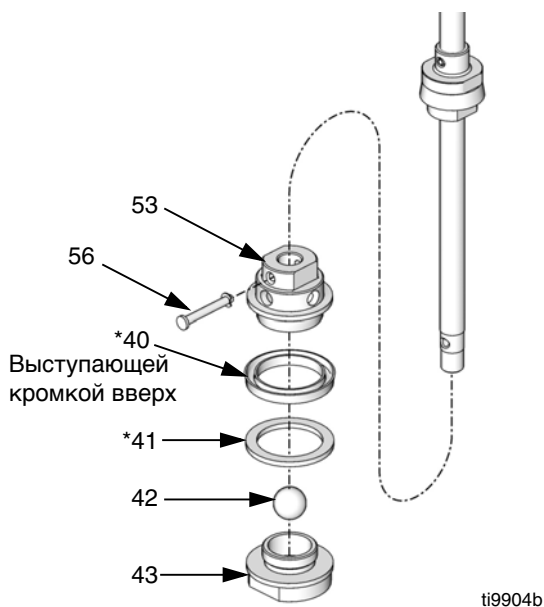

Рис.21
8 Извлеките штифт (56). Снять поршневой клапан. Вывинтить поршневой клапан (43) из корпуса поршня (53). Снять износное кольцо (41\*), кольцевое уплотнение (40\*) и шарик (42). Осмотрите все детали на наличие повреждений. См. Рис.21.